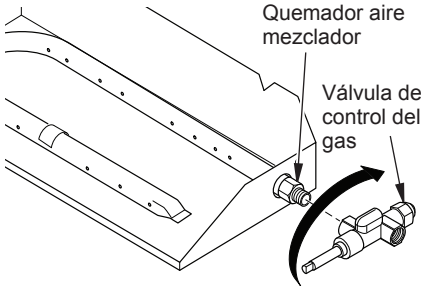

Figura 1
1. Enrosque la válvula de control de gas en el mezclador de aire del quemador. Use sellador de tuberías en las roscas macho del mezclador de aire del quemador. Mantenga el mezclador de aire del quemador con una llave para evitar apretar demasiado la conexión al quemador. Asegúrese de que la barra de control se enfrenta a la parte delantera como se muestra en la Figura 1.